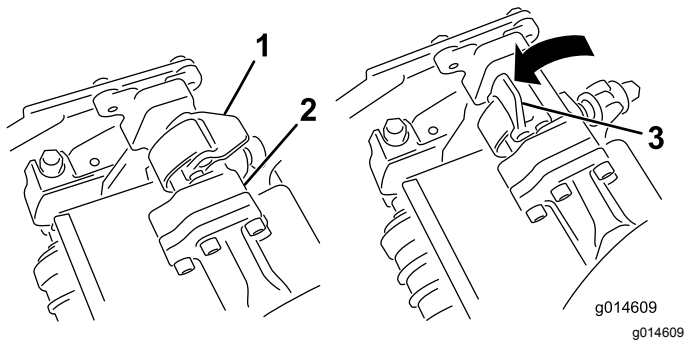
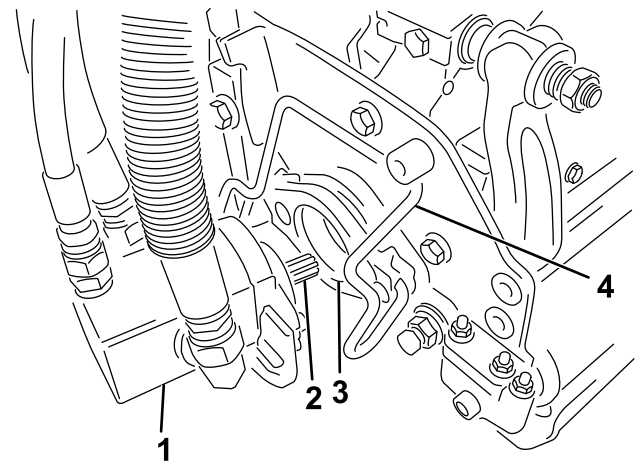

図 44
図 45
3. サスペンションアームのバーについているラッチを上向き開いた状態にして 図 44、サスペンションアームを押し下げて、バーを、カッティングユニットのバーの上に被せるようにする 図 45。
- 4. ラッチを下げて閉じるとカuttingユニットのバーがロックされてユニットがアームにセットされる 図 44。
4. 取り外したいCuttingユニットのサスペンションアームのバーについているラッチを開く(図 44)。